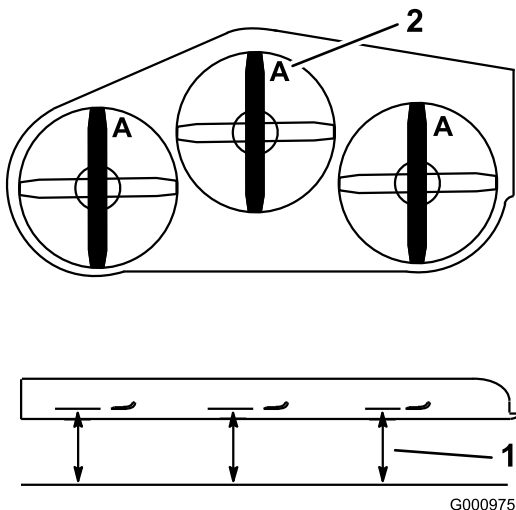

**Figura 95**
1. Inspeccione los filos de corte (Figura 95). Si los bordes no están afilados o tienen muescas, retire las cuchillas y afílelas. Consulte Afilado de las cuchillas.
2. Inspeccione las cuchillas, especialmente la parte curva (Figura 95). Si observa daños, desgaste o la formación de una ranura en esta zona (Figura 95), instale inmediatamente una cuchilla nueva.